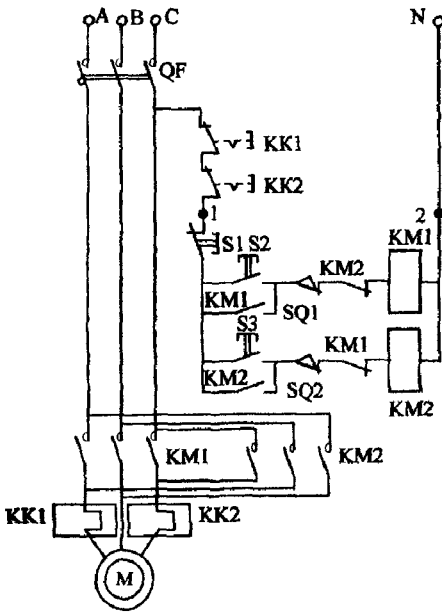

Рис. 3.16
- 1) рис. 3.16 – схема управления и защиты от перегрузок и коротких замыканий реверсивного асинхронного двигателя с короткозамкнутой обмоткой ротора с ограничением пути перемещения элемента приводного механизма [5, с.504];